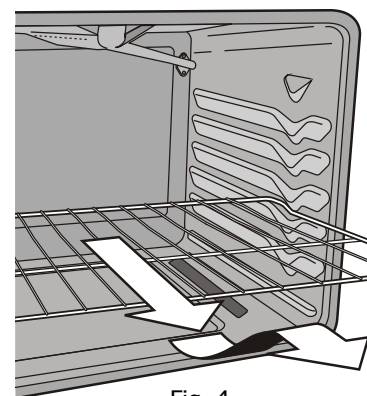

Fig. 4
Pour enlever une grille : tirez la grille en ligne droite jusqu'à la position d'arrêt. Soulevez l'avant de la grille pour permettre de la faire glisser hors de la position d'arrêt, puis tirez-la pour la retirer de la cavité du four (fig. 4).
5. Tout en maintenant le bras de connexion en place, tournez-le afin que son extrémité pointe vers **le haut** (fig. 4 et 5). Le bras de connexion devrait désormais être verrouillé en place.